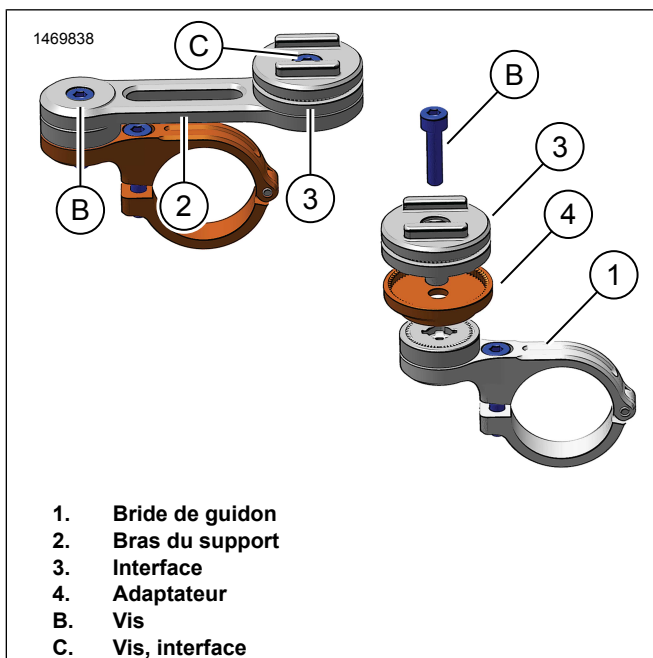

Figure 4. Options du support guidon
8. Figure 4 Variante d'installation du support guidon.
- a. Retirer la vis (B) et la vis (C).
- b. Retirer le bras du support (2) de la bride de montage (1).
- c. Retirer l'interface du téléphone (3) du bras du support (2).
- d. Installer l'adaptateur (3), l'interface du téléphone (3) et la vis (B). Serrer.